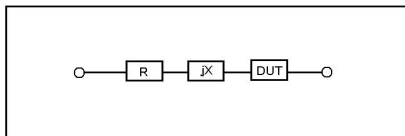

图 3-12 寄生阻抗
3.9.2 短路：用于消除和减小与被测元件相串联的寄生阻抗（R，X）造成的误差。如图 3-12 所示。